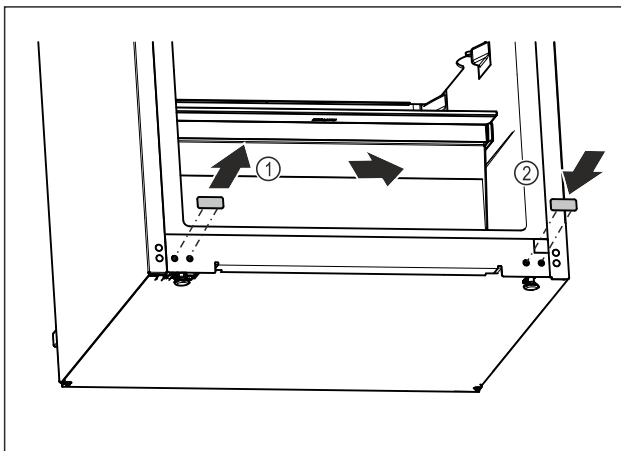

Fig. 21
- ▶ Extrageți dopurile de acoperire. Fig. 21 (1)
- ▶ Montați dopurile de acoperire pe partea opusă. Fig. 21 (2)